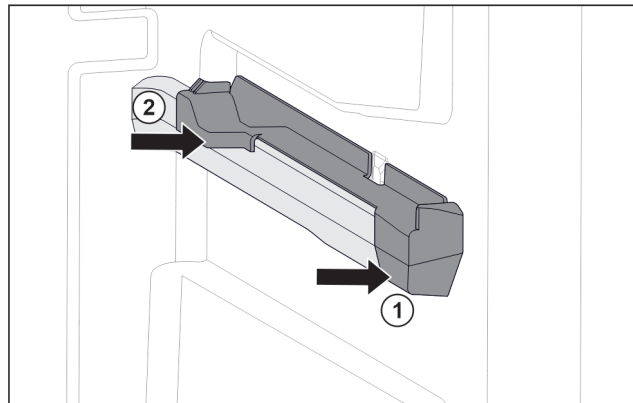

Fig. 63 Élément emboîtable sur la nervure de récipient droite
- Poser le devant de l'élément emboîtable contre la nervure de récipient. Fig. 63 (1)
- Enfoncer l'arrière de l'élément emboîtable. Fig. 63 (2)